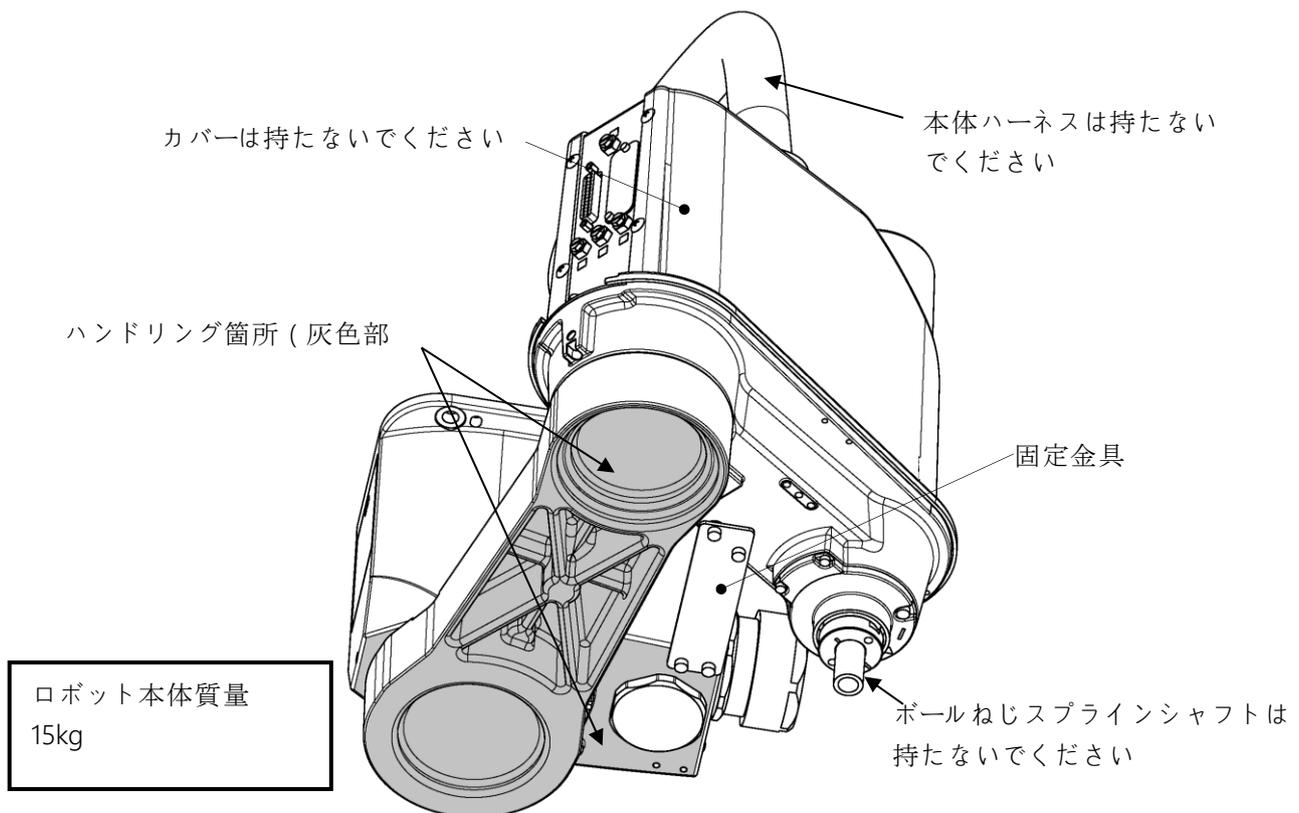

図 2.2 ロボットハンドリング箇所 (KHE-400NTNN)
ロボットを運搬する際は、原則として図 2.2 に示す状態で行ってください。
- ロボットを人手により持ち上げる際は、図 2.2における灰色部分に手をかけてください。第2アームカバー部や本体ハーネスやボールねじスプラインシャフトを持つと過大な力がかかり故障の原因となります。